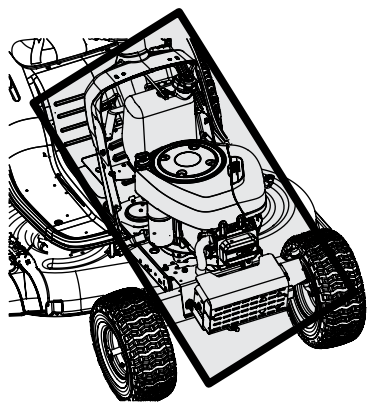

Figura 4-2
- Limpe sob o capô. Colector de exaustão, em torno de fusíveis, toda fiação e arnês, tubo de silenciador, escudo do silencioso, telas de admissão do motor e aletas de refrigeração, etc. Veja Figura 4-2.